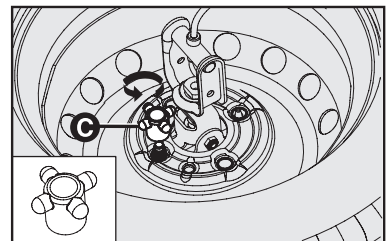

fig. 3
- Retirar la tuerca que traba el dispositivo **C-fig. 3**, girándola en sentido anti horario.